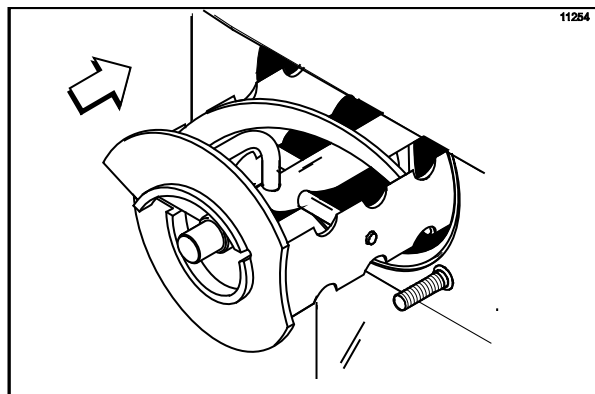

Figure 114
- ☞ En tenant les lames sur l'assemblage du batteur, placer l'assemblage du batteur dans le cylindre de réfrigération. Pousser fermement le bout de l'arbre dans la douille de l'arbre d'entraînement (Cf. Figure 114).